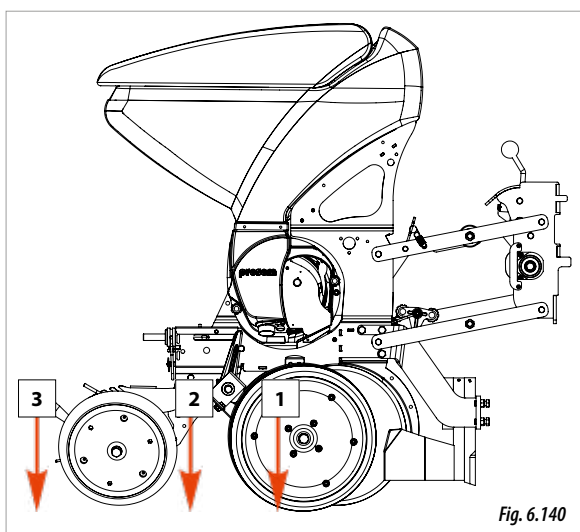

Fig. 6.140
**MICROGRANULATUL** se depune la un loc cu sămânța (1, Fig. 6.140).
- SEMI-SUPERFICIAL (2, Fig. 6.140).
- SUPERFICIAL (3, Fig. 6.140).